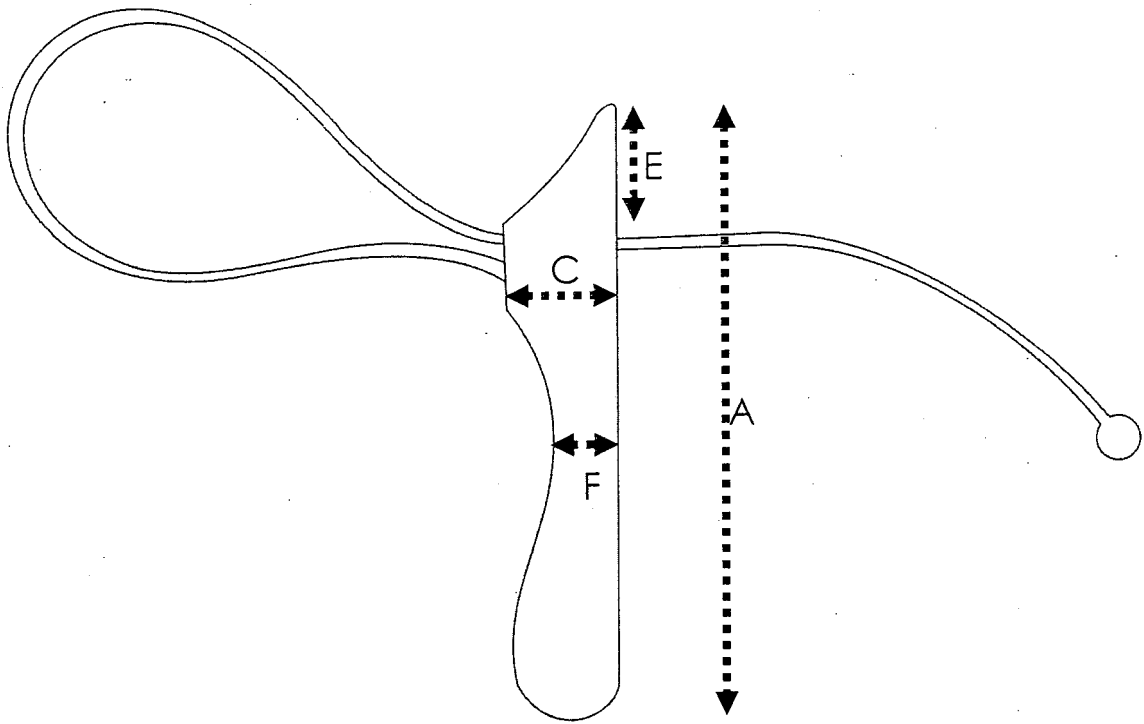
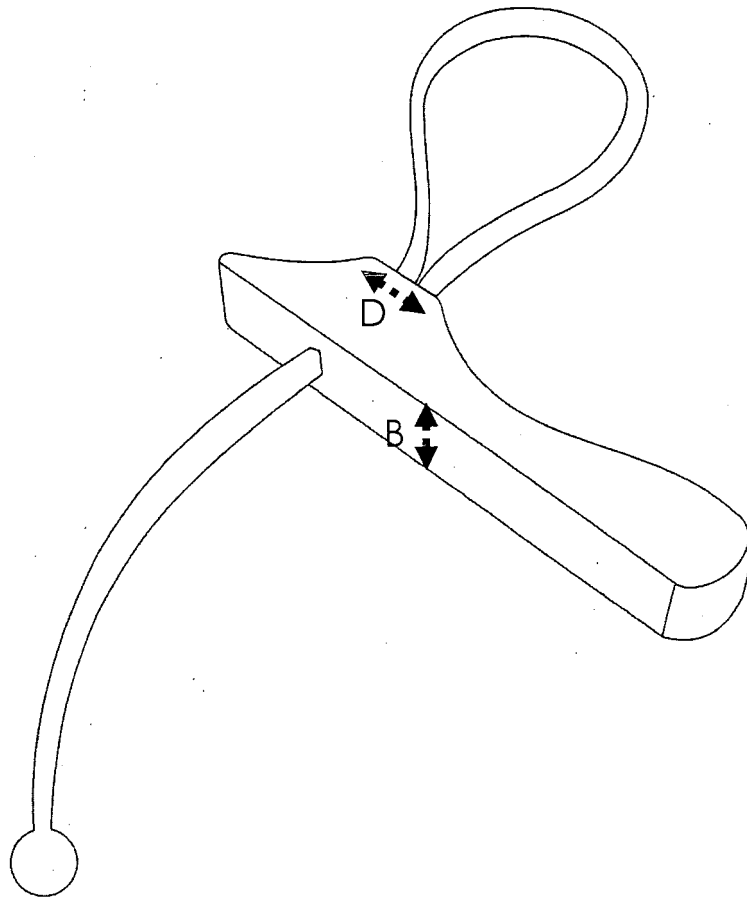

Figura 1
Figura 2
As figuras 1 e 2 ilustram a ferramenta por diferentes ângulos de visão. A figura 1 mostra o perfil da ferramenta, evidenciando a base anatômica e a correia. A figura 2 mostra a ferramenta a partir de um ponto de visão arbitrário. Para o ajuste da correia, o usuário deve puxar ou recuar sua extremidade. Dessa forma, a correia passa por dentro da cavidade que se encontra na base anatômica, ajustando-se à tampa do vasilhame que se deseja abrir.
1. Comprimento da base anatômica (figura 1 – A): 130mm;
2. Espessura da base anatômica (figura 2 – B): 23mm;
3. Maior largura da base anatômica (figura 1 – C): 23mm;
4. Comprimento da base onde se encontra a cavidade por onde passa a correia (figura 2 – D): 23mm;
5. Comprimento do segmento superior (figura 1 – E): 24mm;
6. Menor largura da base anatômica (figura 1 – F): 13mm;